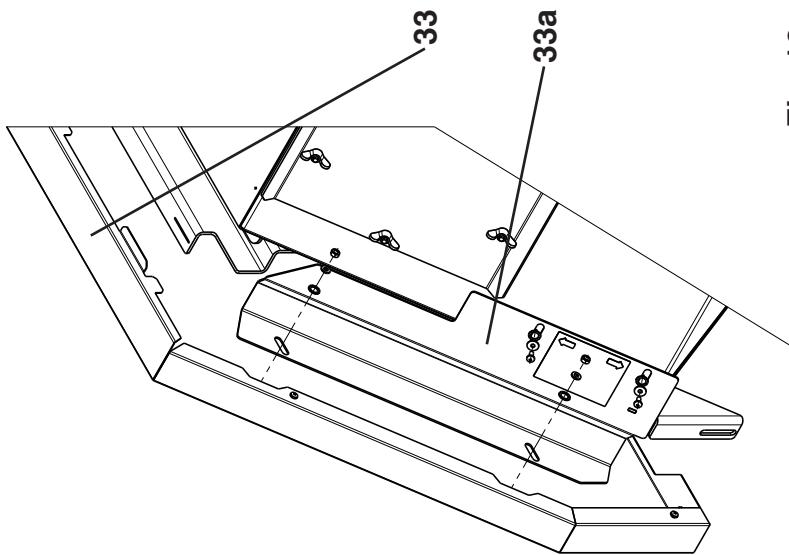

Fig. 16
31. Inserire le pareti laterali (31) nelle guide della base e agganciarle nell'angolare di fissaggio in alto alle aperture.
32. Agganciare il quadro di comando (32) alla parete laterale intermedia sinistra o destra (la posizione dipende dal dispositivo di controllo della fiamma). Condurre il sensore della temperatura dell'imitatore della temperatura di sicurezza (STB) sul lato posteriore della caldaia, infilarlo nella boccola ad immersione (accanto ai sensori della temperatura della caldaia e della temperatura di mandata) e fermarlo con la molla a griffe del capillare.
33. Montare la lamiera di protezione (33a, Fig. 16 ed Fig. 17) sulla parete laterale-superiore-sinistra-e-dextra (Fig. 16 ed Fig. 17) senza bloccarla.
34. Fissare la parete posteriore superiore (34, 34a) con viti per lamiere (C).
35. Fissare la parete posteriore intermedia (35) con viti (C) per lamiere.
36. Rimuovere il vetro d'ispezione. Fissare la parete posteriore inferiore (36) con viti per lamiere (C). Montare il cassetto di terra (presente nel cavo AAT) nelle posizioni previste (a sinistra o a destra accanto al foro) con viti per lamiere. Applicare la copertura del motore per l'estrazione delle ceneri (36a). Montare nuovamente il vetro d'ispezione.
37. Inserire (37) il coperchio posteriore.
38. Applicare il coperchio anteriore (38) (deve essere applicato prima di montare i tubi per lo scarico ambiente).
40. Agganciare lateralmente la copertura frontale del bruciatore (40) e avvitare in alto con le lamiere di protezione (33a) Agganciare la calotta (40a) frontale (prestare attenzione alle aperture).
41. Avvitare la lamiera di copertura (41, 41a) alle pareti laterali posteriori (C).
42. Montaggio di pos. 42 vedere capitolo 2.13.